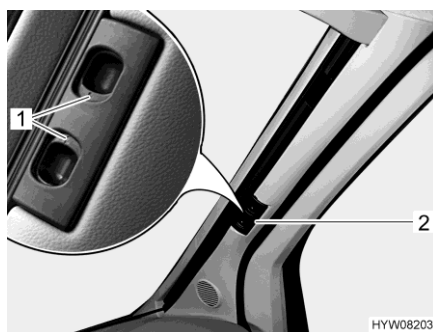
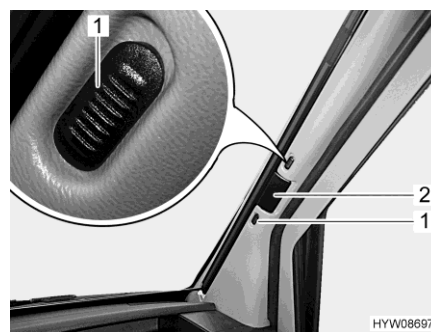

Fig. 23 Tendina oscurante pieghevole (parabrezza, Fiat)
Fig. 24 Tendina oscurante pieghevole (parabrezza, Mercedes-Benz)
- Premere e tenere premute le levette di bloccaggio (Fig. 23,1) o spostare verso l'alto o il basso i bottoni di bloccaggio (Fig. 24,1) (punto rosso = aperto).
- Tirare la tendina oscurante pieghevole del parabrezza per la maniglia (Fig. 23,2 o Fig. 24,2) verso il centro della finestra.
- A seconda del tipo di tendina oscurante, premere e tenere premute le levette di bloccaggio (Fig. 24,1).
- Tirare verso l'esterno le due metà della tendina oscurante pieghevole del parabrezza per la maniglia (Fig. 23,2 o Fig. 24,2) fino all'arresto.
- Rilasciare le levette di bloccaggio (Fig. 23,1) e farle innestare, oppure spostare verso l'alto o il basso i bottoni di bloccaggio (Fig. 24,1) (nessun punto rosso = bloccato).